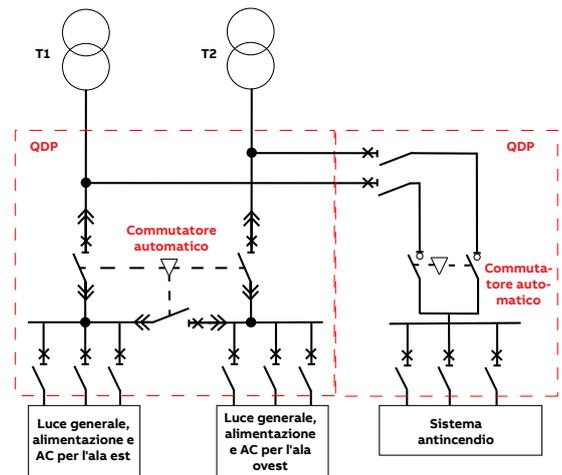

Figura 3. Interruttori automatici utilizzati per la protezione quando il commutatore automatico è di Classe PC.
2. Gli interruttori automatici sono utilizzati solo per la protezione quando il commutatore automatico è di Classe PC (vedere la Figura 3). Questa soluzione garantisce una maggiore affidabilità rispetto a quella mostrata in precedenza, perché un guasto degli commutatore automatico basati su interruttori automatici non porterà in genere al guasto delle apparecchiature commutatore automatico. Il guasto del commutatore automatico Classe interruttore potrebbe essere associato ad un montaggio errato dell'apparecchiatura, ad esempio un'installazione di interblocco meccanico, un operatore motore esterno e altri accessori.